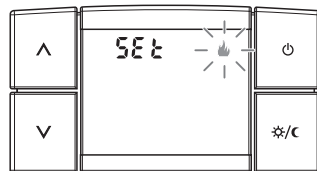

fig. 21
- Tout de suite après, l'écran affichera l'inscription **Set** et la modalité de fonctionnement configurée se met à clignoter (**HIVER**  ou **ÉTÉ** ) (exemple sur la fig. 21).
- tout de suite après, l'écran affichera l'inscription **Set** et la modalité de fonctionnement configurée se met à clignoter (**HIVER**  ou **ÉTÉ** ) (exemple sur la fig. 21).